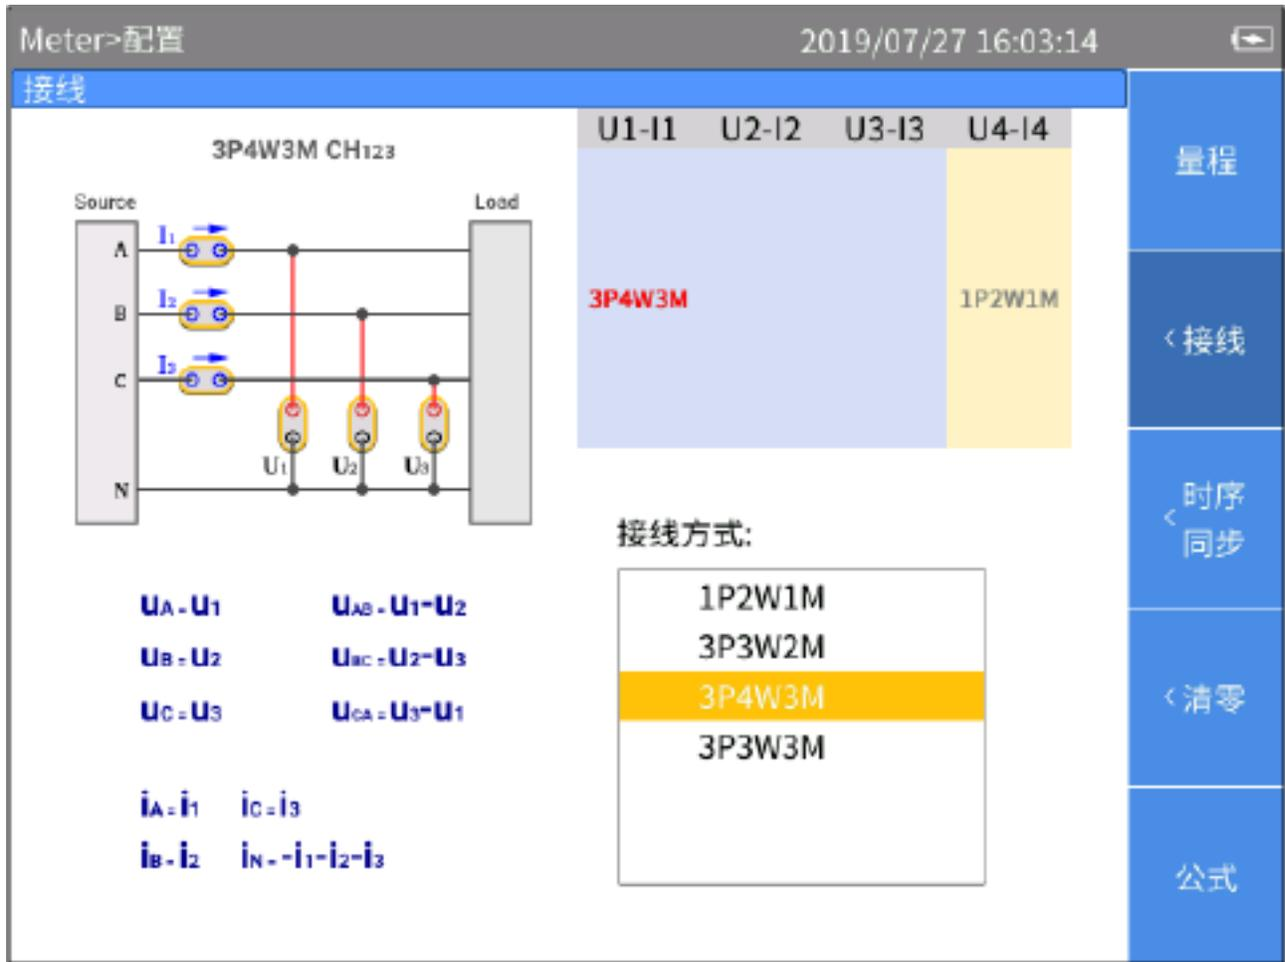

图 12. 接线方式
2. 接线方式的设置界面如 图 12 所示。
1. 在如图 12 所示“接线”界面，利用控制面板上的左、右导航箭头(← →)键，选中“通道配置”中的某个通道或接线组。被选中通道/接线组的接线方式高亮表示。